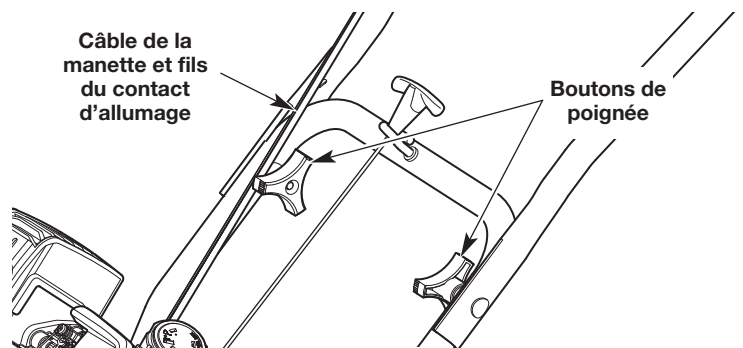

Fig. 3
1. Desserrez les deux boutons à l'intérieur des poignées (Fig. 3).
**REMARQUE :** Prenez soin de ne pas pincer le câble de la manette ni les fils du contact d'allumage lorsque vous positionnez les poignées (Fig. 3).
3. Vissez les boutons pour maintenir les poignées en place (Fig. 3).